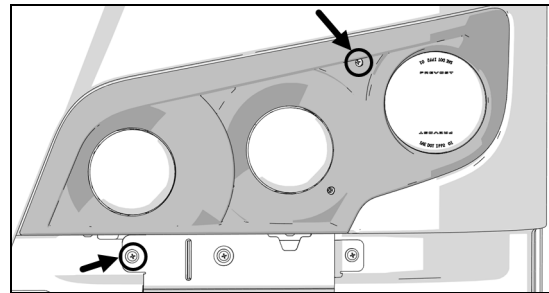

FIGURE 72: VIS DE FIXATION DU MODULE D'ÉCLAIRAGE
2. Retirer les deux vis (FIGURE 72) fixant le module et faire pivoter le module d'éclairage ensemble vers le bas.
1. Retirer les deux vis (FIGURE 72) fixant le module et faire pivoter le module d'éclairage ensemble vers le bas.
1. Retirer les deux vis de fixation (FIGURE 72) et pivoter l'ensemble d'éclairage vers le bas.
2. Retirer les deux vis de fixation (FIGURE 72) et pivoter l'ensemble d'éclairage vers le bas.